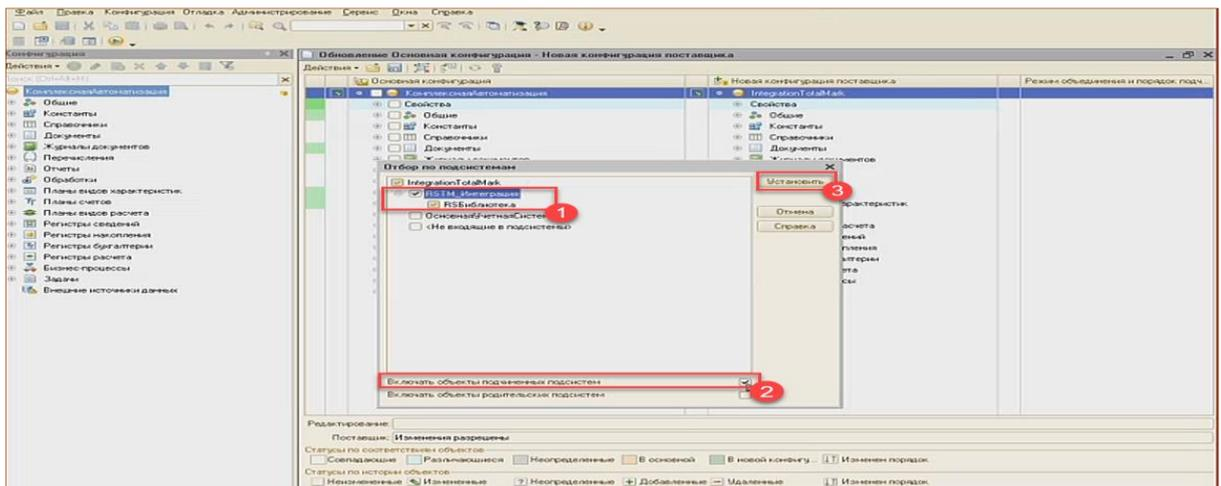

Рис. 11.32 - Обновление конфигурации
- 5) Необходимо установить флажки только для подсистемы RSTM\_Интеграция и RSБиблиотека. А также включить объекты подчиненных систем (Рис. 11.32);